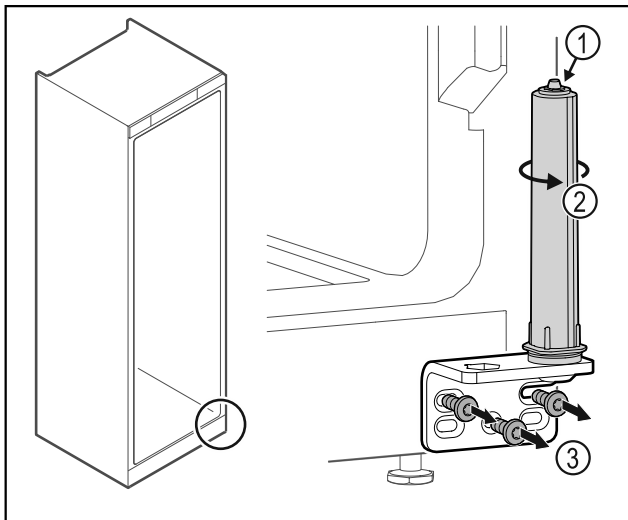

Fig. 25
- Deursluitsysteem Fig. 25 (1) niet uit elkaar halen.
- Sluitsysteem Fig. 25 (2) draaien tot het klikt.
- Scharnierhoek Fig. 25 (3) losschroeven.